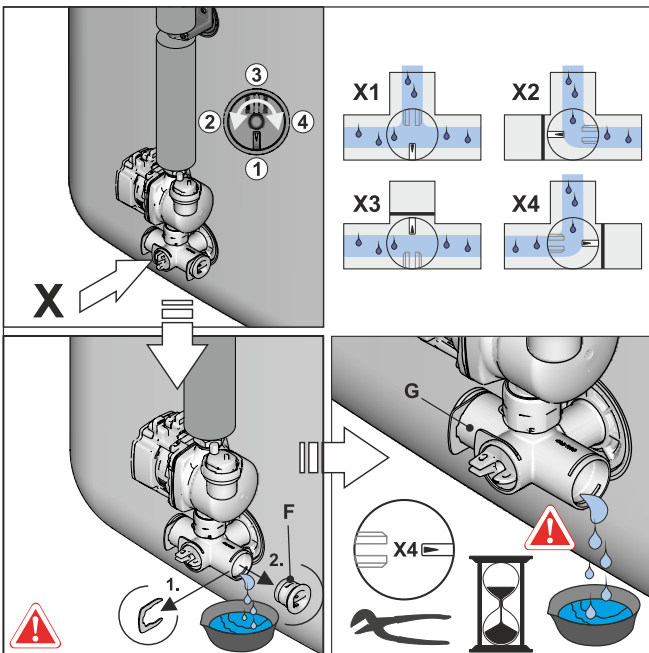

Bild 9-5 Ventileinsatz absperren, Blindstopfen vom Anschlusswinkel entfernen
- 5 Ventileinsatz am Anschlusswinkel so einstellen, dass der Weg zum Ablaufschlauch geöffnet wird (siehe auch Bild 9-5) und Wasserinhalt des Speicherbehälters ablassen.